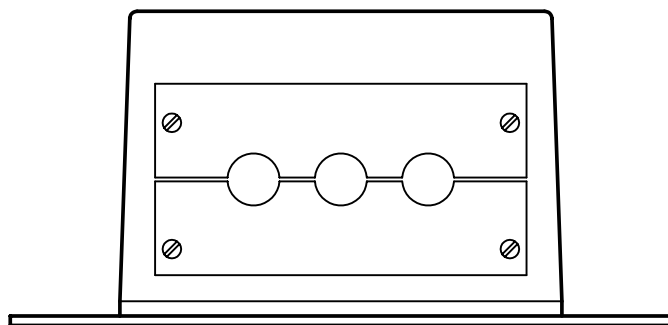
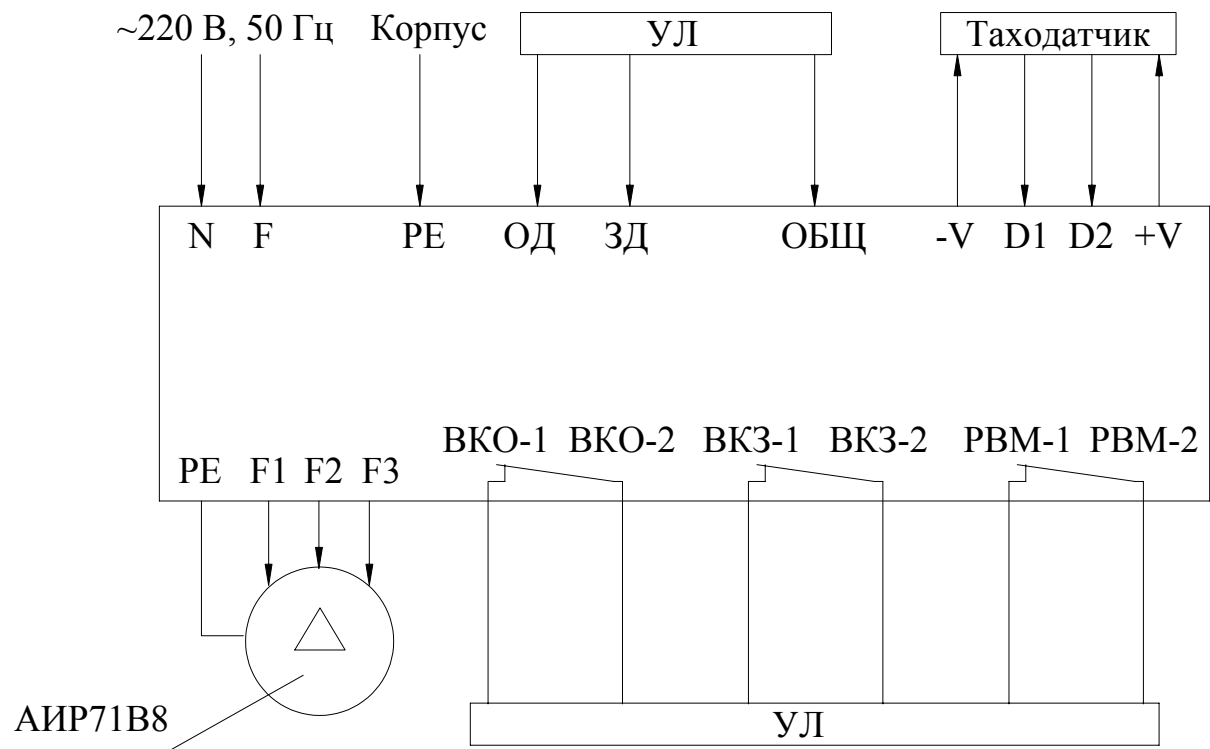
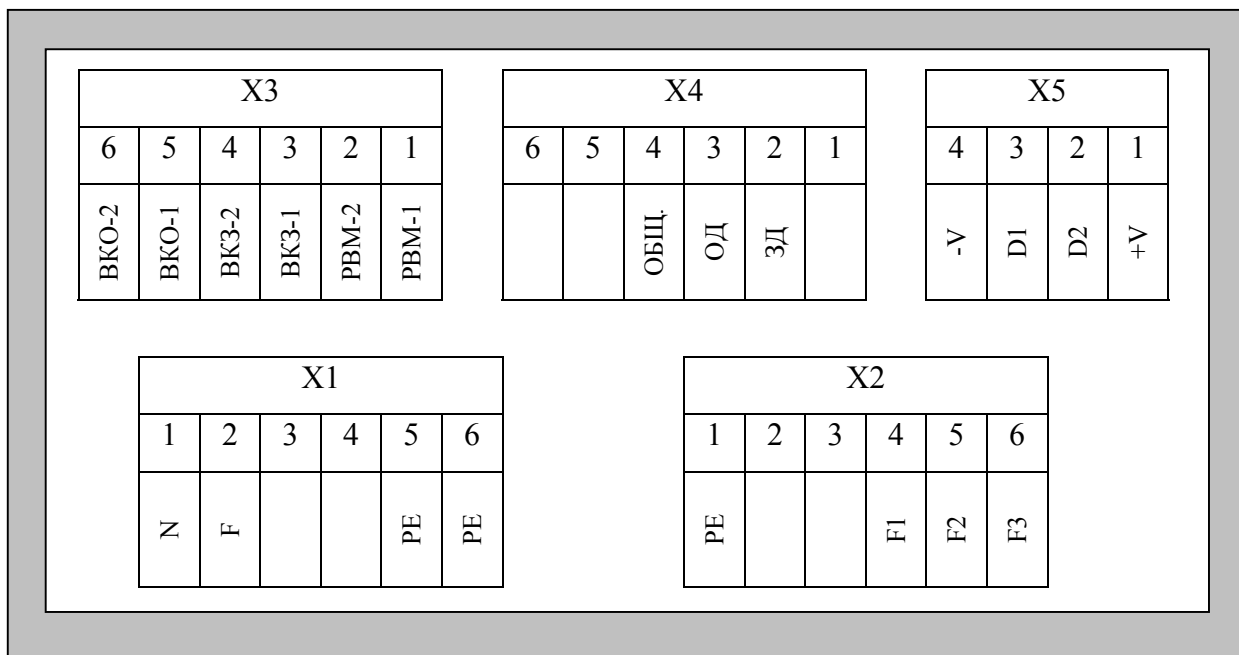

Рис.1. Габаритно-присоединительные размеры Устройства.
Рис.2. Блок-схема подключения внешних контактов БУАД-3-06.
Рис. 3. Схема подключения внешних контактов БУАД-3-06.
Габаритно-присоединительные размеры *Устройства* приведены на **рис.1**.
На **рис.2** показана блок-схема подключения внешних контактов *Устройства*. На **рис.3** показаны и подписаны отдельные контакты каждого из разъемов *Устройства*.
3.4.1. Внешние контакты для станции УЛ (см. рис. 2, 3):
Узел подключения внешних коммуникаций состоит из заглушки для крепления пластмассовых или металлических рукавов (**рис.1, вид А**) и разъемов для подсоединения шин сетевого питания, цепей выходных напряжений для электродвигателя, цепей управления работой устройства, цепей подключения таходатчика (**рис.2, 3**).